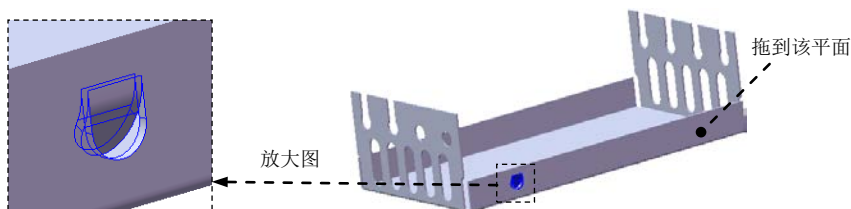

图 11.3.36 成形特征 1
(3) 定义切除深度属性。在“切除—拉伸”对话框 **方向1** 区域的  下拉列表中选择 **完全贯穿** 选项，选中 ☒ **正交切除(N)** 复选框。其他选择默认设置值。
(4) 单击  按钮，完成切除—拉伸 4 的创作。
Step13. 创建图 11.3.36 所示的成形特征 1。
(1) 单击任务窗格中的“设计库”按钮 ，打开“设计库”对话框。
(2) 单击“设计库”对话框中的  ch11 节点，在设计库下部的列表框中选择“sm_rectifier”文件并拖动到图 11.3.36 所示的平面，并进行位置方向上的角度的旋转，在弹出的“成形工具特征”对话框中单击  按钮。